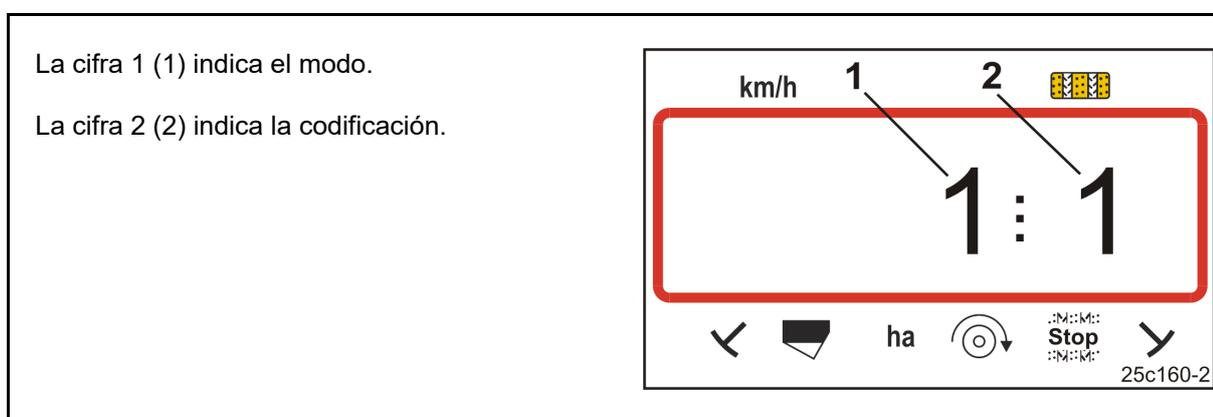

Fig. 20
El terminal de mando requiere la entrada de los datos de la máquina en forma codificada (véase Fig. 20).
2. Pulsar la tecla  las veces que sea necesario hasta que se muestre el modo deseado (Fig. 20/1).